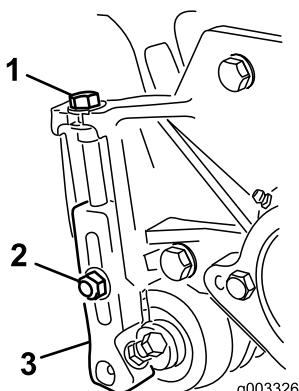

Figura 18
- Afloje las contratuerzas que fijan los brazos de altura de corte a las chapas laterales de la unidad de corte (Figura 18).